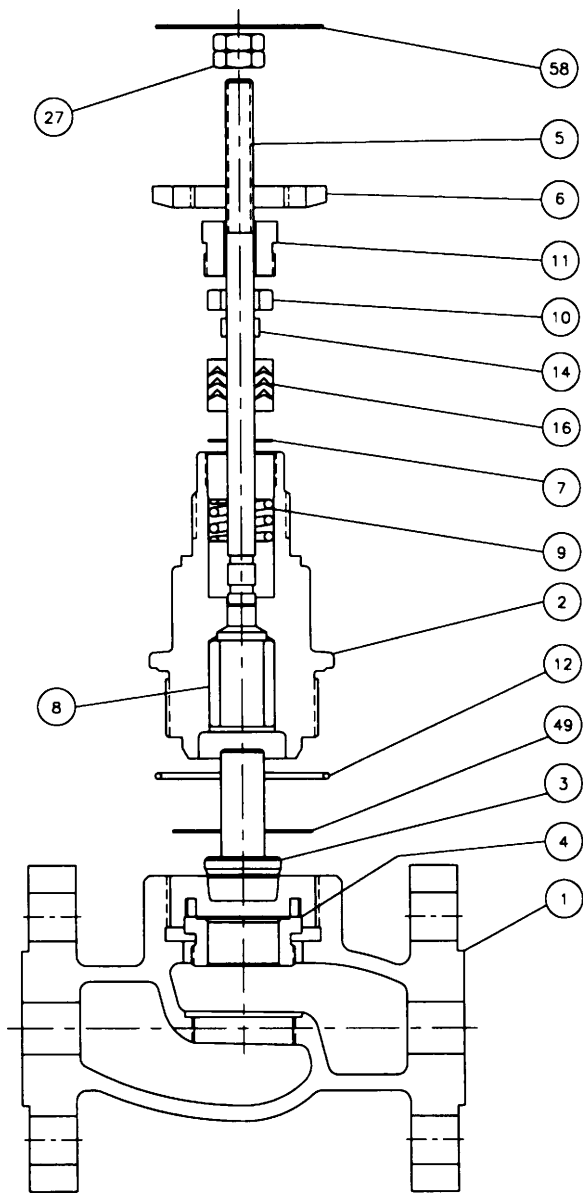
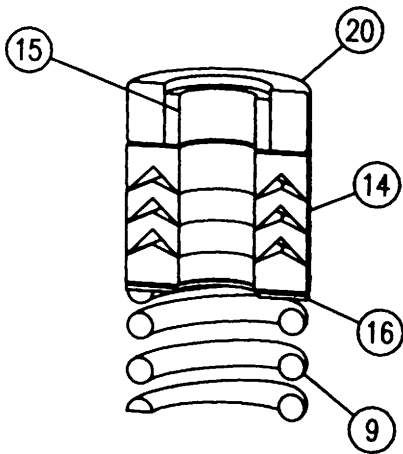

图 1. 阀体总装
图 2. 弹簧加载的聚四氟乙烯 V 形环填料成套备件 (零件号 24491T001) (标准项)
1. 夹紧阀体(图1)两端的扁平端面, 将阀门安装在台钳上。必须小心谨慎, 不要损坏法兰的锯齿形表面。
请参阅图 1 与图 2 所示的标准的填料结构，以确定在您的阀门里预装了什么样的填料。
2. 对于标准的弹簧加载的聚四氟乙烯 V 形环填料（见图 1 与图 2）：以图示说明的准确顺序小心地放入每一件零件。转动填料函盖（11）直至它压在阀盖（2）上。这将压缩填料弹簧（9）以确保在填料使用寿命期内有恒定的阀杆密封。